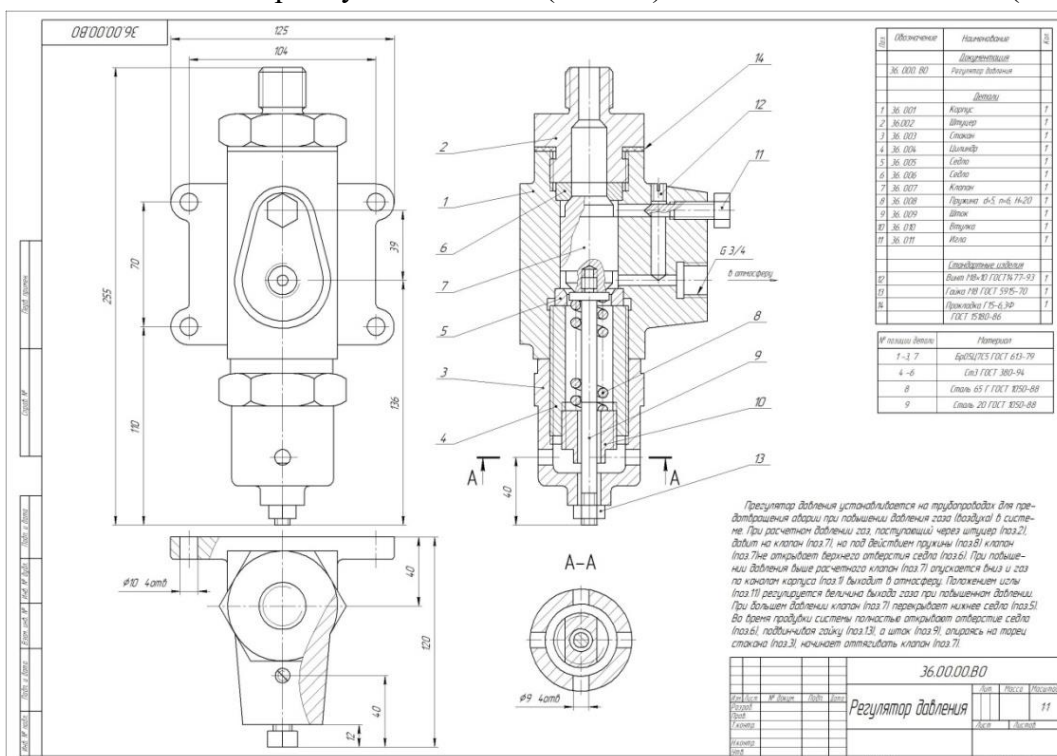
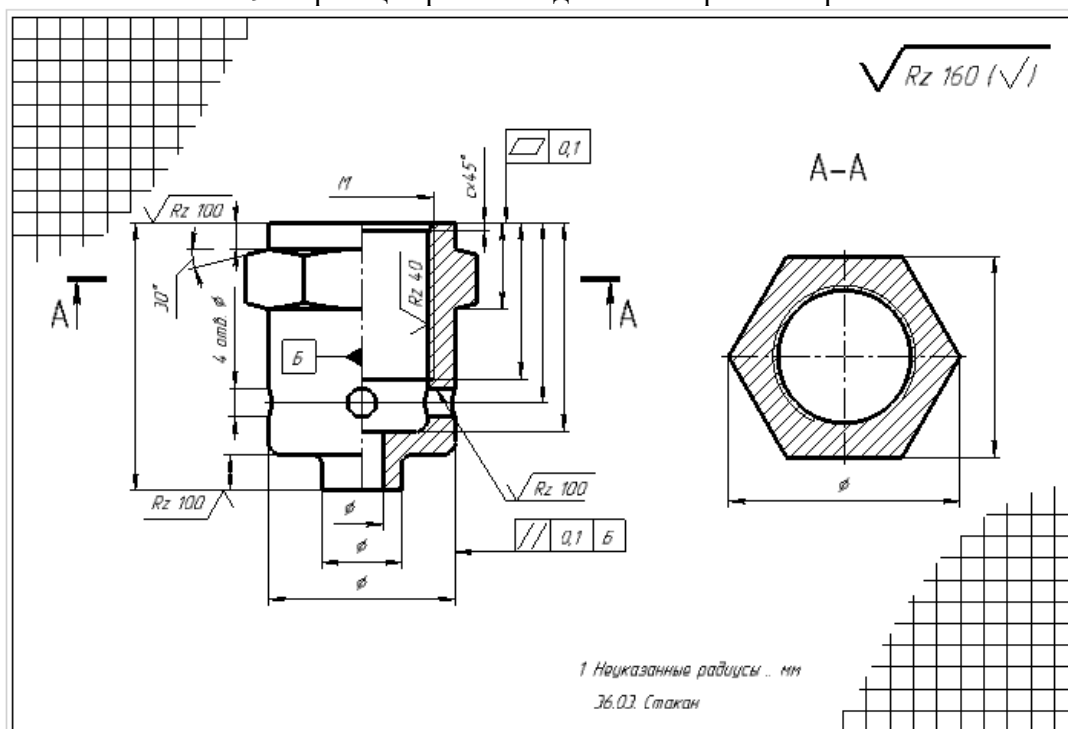

Рис.1.9 Образец варианта задания контрольной работы
Рис.2.9. Образец выполненного задания контрольной работы
**Контрольное задание:** по чертежу общего вида (Рис.1.9) выполнить эскиз детали (Рис.2.9)